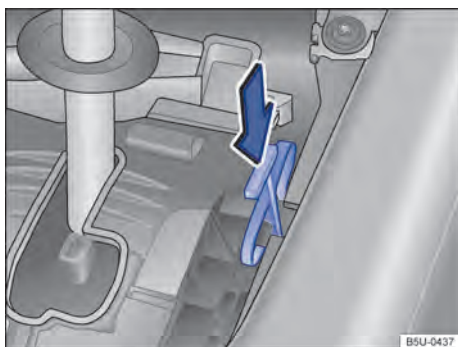

Fig. 87 Desinstalar a cobertura da alavanca seletora e destravar o bloqueio da alavanca seletora emergencialmente.
- Pressionar a alavanca de destravamento → Fig. 87 no sentido da seta e manter nesta posição..